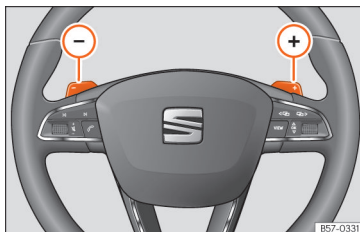

Abb. 217 Lenkrad: Hebel für Automatikgetriebe.
- Tippen Sie die Schaltwippe (+), um einen Gang hochzuschalten »» Abb. 217.